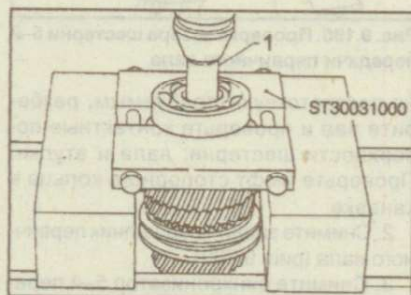

Рис. 9.200. Использование пресса и оправки (1) для снятия заднего подшипника первичного вала
2. Снимите задний подшипник первичного вала (рис. 9.200).